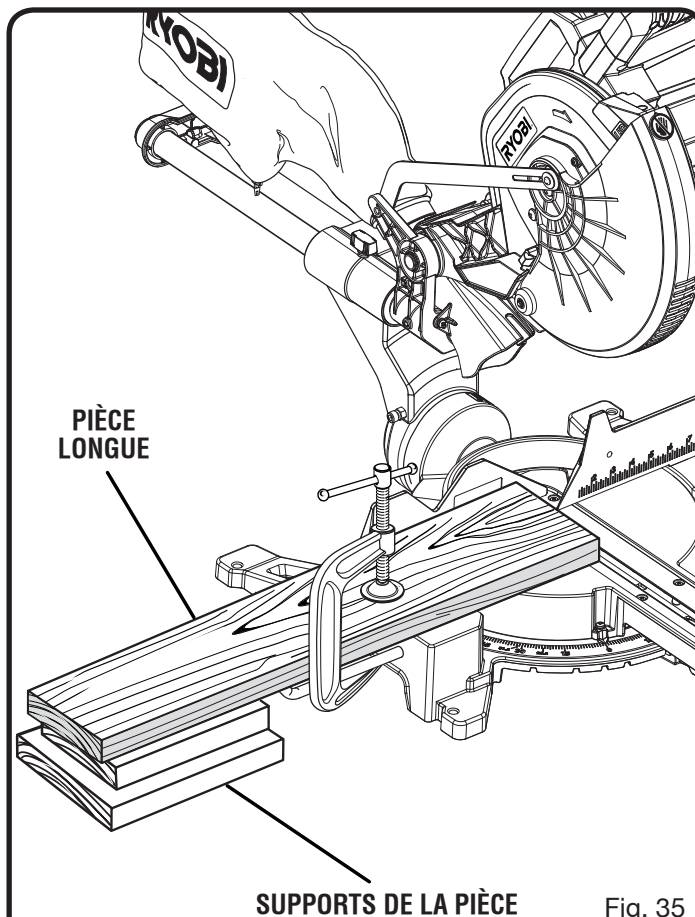

Fig. 35
- Lors de la coupe de planches ou de moulures longues, soutenir l'extrémité libre de la pièce avec un chevalet à rouleau ou un plan de travail se trouvant au même niveau que la scie. Voir la figure 35.
- Lors de la coupe de longues pièces ou moulures, retenez l'extrémité opposée de la pièce avec un support à rouleau ou une surface de travail de niveau avec la table de la scie. *Voir la figure 35.*
Voir la figure 35.
- Lors de la coupe de planches ou de moulures longues, soutenir l'extrémité libre de la pièce avec un chevalet à rouleur ou un plan de travail se trouvant au même niveau que la scie. Voir la figure 35.